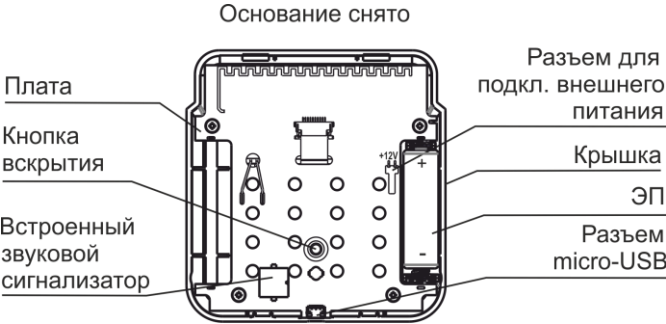

Рисунок 2
4.1 Конструктивно пульт выполнен в виде блока, состоящего из основания и съемной крышки (рисунок 2). Внутри блока смонтирована печатная плата с радиоэлементами, которая винтами крепится к крышке.